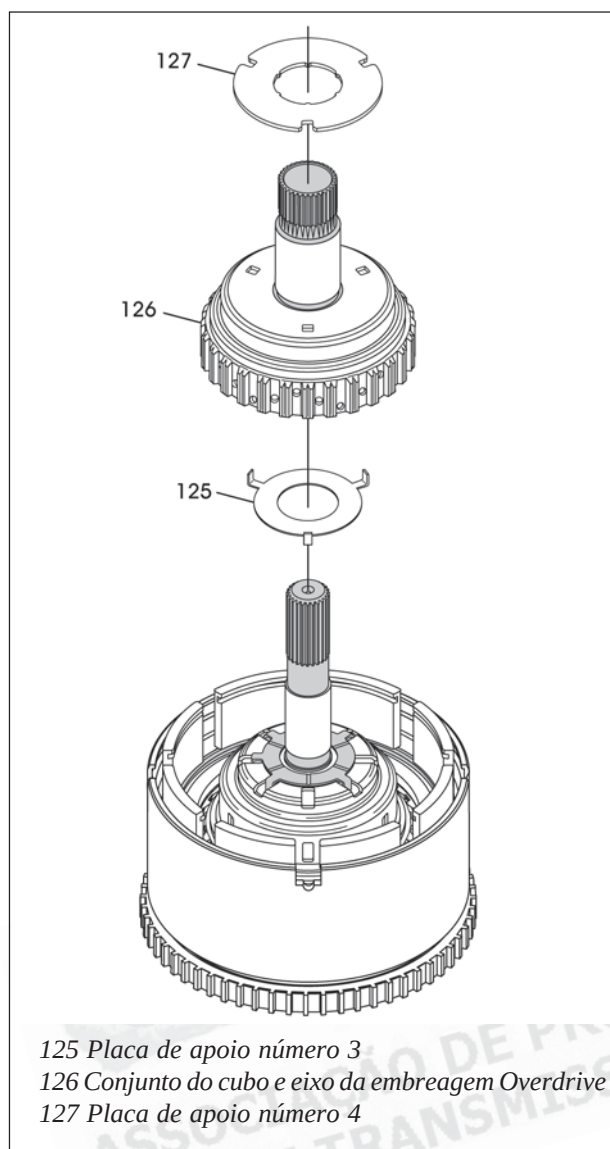

Figura 195
52. Instale a placa de apoio número 4 no lado traseiro do cubo da embreagem Overdrive na direção mostrada na figura 195, e fixe-a com um pouquinho de vaselina neutra.
53. Instale o cubo da embreagem Overdrive e placa de apoio sobre o eixo da embreagem Underdrive, conforme mostra a figura 195, até assentá-los completamente sobre a arruela de apoio número 3.